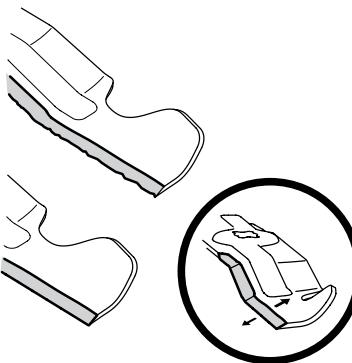

Figura 4-18
4. Para afilar las cuchillas de corte de forma adecuada, extraiga cantidades iguales de metal de ambos extremos de las cuchillas a lo largo de los bordes cortantes, paralelo al borde de caída y a un ángulo de 25° a 30°. Afile siempre cada borde de las cuchillas de corte de forma pareja para mantener un equilibrio adecuado entre las mismas. Consulte la Figura 4-18.